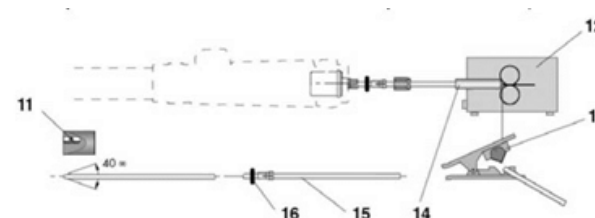

Рис. 2 Монтаж канала из синтетического материала
- Установите упорный ниппель поз. 7, рис. 2, разд. 7.1.1, и уплотнительное кольцо поз. 16, а также накидную гайку поз. 8 на канал поз. 15.
- Держать под упором канал поз. 15 и закрутить накидной гайкой поз. 8, рис. 2, разд. 7.1.1.
- Вставьте центральный разъем поз. 5, рис. 2, разд. 7.1.1 с выходящим из него каналом поз. 15 до устройства подачи проволоки поз. 12.
- Ослабьте центральный штекер поз. 5, рис. 2, разд. 7.1.1.